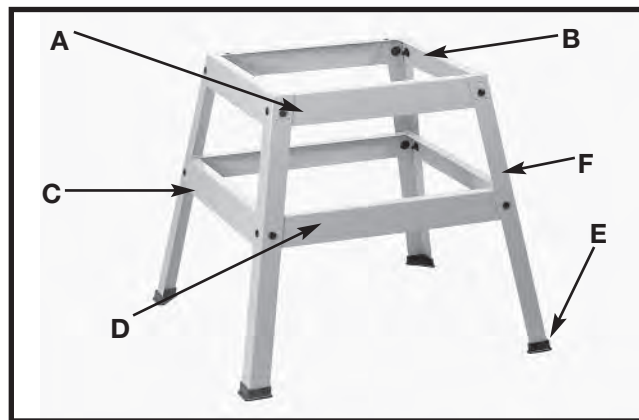

Fig. 4C
1. Arme la base como se muestra en la Fig. 4C, con 16 pernos M8 x 1,25 x 20 mm, arandelas planas de 9,52 mm (3/8") y tuercas hexagonales M8 x 1,25. Alinee los orificios en los pies de la base (F) con los orificios en los soportes. inserte el perno a través del orificio en el pie y en el soporte, coloque una arandela plana en el perno y enrosque en el mismo una tuerca hexagonal. Repita este proceso para los 15 orificios restantes en los pies y los soportes.
2. Fije las bases de goma (E), Fig. 4C, a la parte inferior de cada pata (F).